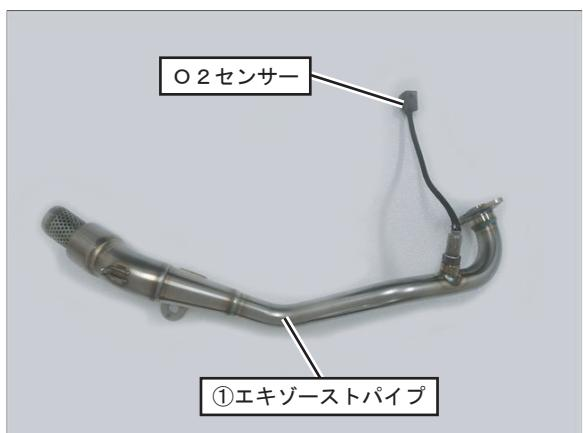

FIG. 4
5. 純正マフラーからO2センサーを取り外し、①エキゾーストパイプに取り付けて下さい。 (FIG. 4参照)